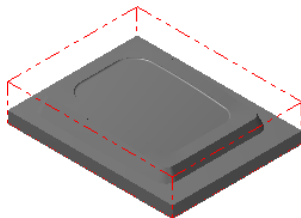

图 5.3 显示工件
Step4. 单击“机器群组属性”对话框中的 **✓** 按钮, 完成工件的设置。此时零件如图 5.3 所示, 从图中可以观察到零件的边缘多了红色的双点画线, 双点画线围成的图形即为工件。